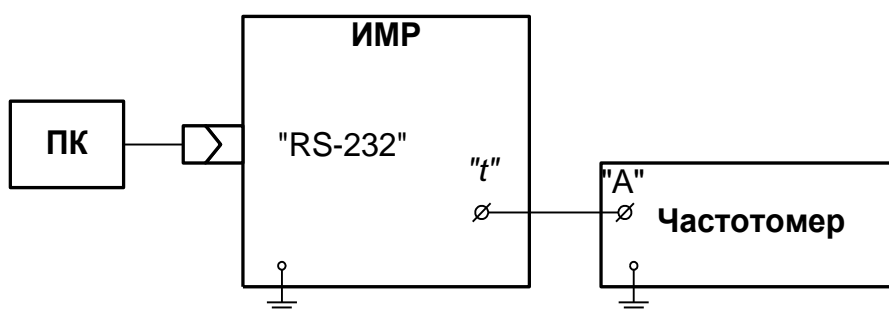

Рис.50. Схема подключения модуля ИМР при поверке.
- собрать схему в соответствии с рис.50;